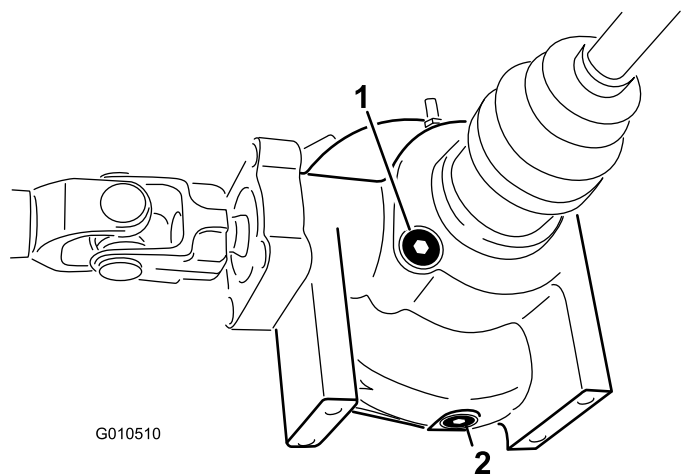

Рисунок 20
2. Очистите область вокруг заливной/контрольной пробки на боковой стороне дифференциала (Рисунок 20).